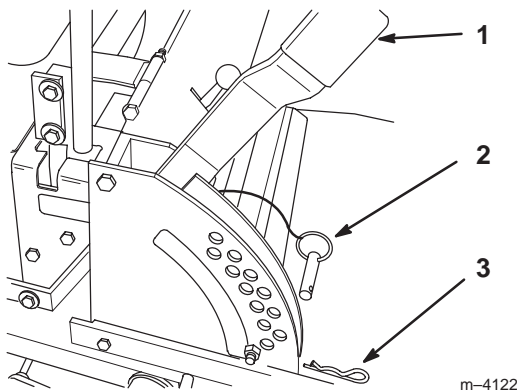

Bild 24
1. Stellen Sie den Schnitthöhen-Einstellhebel in die Transport- oder die 114-mm-Stellung (Bild 24).
2. Entfernen Sie den Splint und den Lastösenbolzen zum Einstellen der Schnitthöhe aus dem Schnitthöhen-Einstellbügel (Bild 24).
3. Wählen Sie das Schnitthöhenloch im Schnitthöhen-Einstellbügel, das der gewünschten Schnitthöhe entspricht, und stecken Sie den Lastösenbolzen wieder ein (Bild 24).
4. Sichern Sie den Lastösenbolzen mit einem Splint ab (Bild 24).